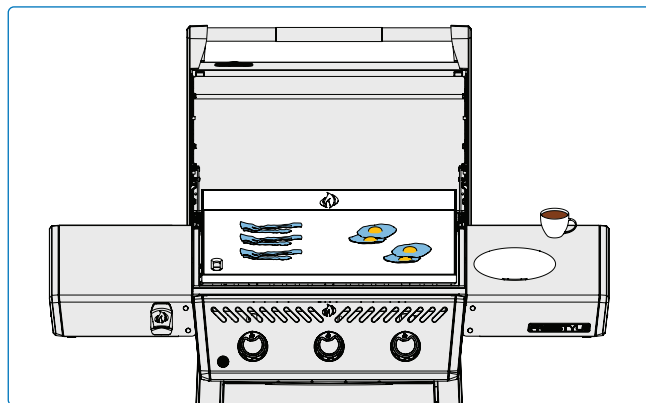

Fig. 8
- Indstil forskellige brændere til forskellige varmeniveauer for at skabe specifikke temperaturzoner. Overvåg planchaens overfladetemperatur med et infrarødt termometer for at sikre, at hver zone har det ønskede varmeniveau. Brug direkte varme (placeret direkte over tændte brændere) til mad, der har godt af hurtig tilberedning, mens indirekte varme (placeret ved siden af) kan bruges til langsommere tilberedning eller til at holde maden varm. **(Fig. 8)**